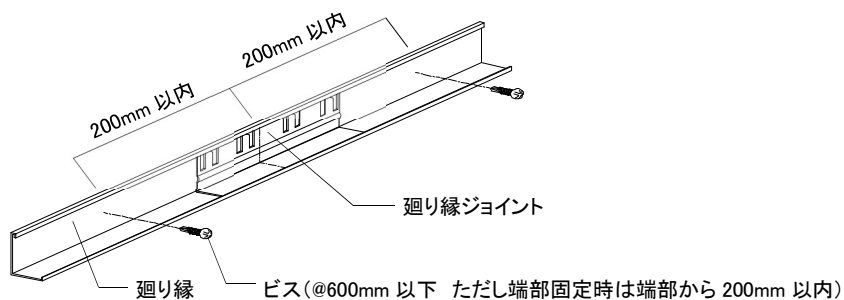

図2-5-1 廻り縁端部のビス固定位置
①基準墨に沿って廻り縁をビスピッチ@600mm以下で固定する。端部固定時は廻り縁ジョイントと干渉しないように、端部から 200mm 以内に固定する。(図 2-5-1 参照)